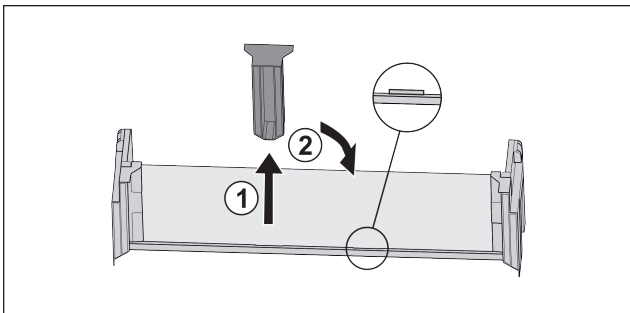

Fig. 20
- ▶ Изтеглете средната задържаща част Fig. 20 (1).
- ▶ Вкарайте средната задържаща част на втората позиция Fig. 20 (2).